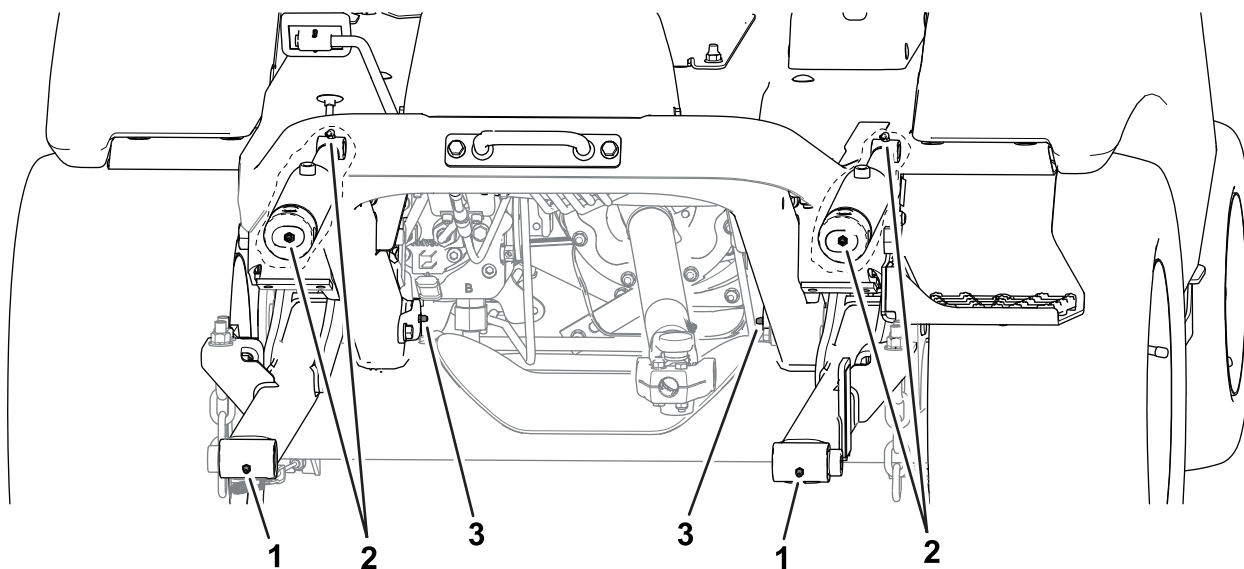

Figura 47
- **Parte delantera de la máquina (Figura 47):**
- Bujes pivotantes del accesorio (2)
- Casquillos de los cilindros de elevación (2)
- Pasadores de giro de los brazos de elevación (2)